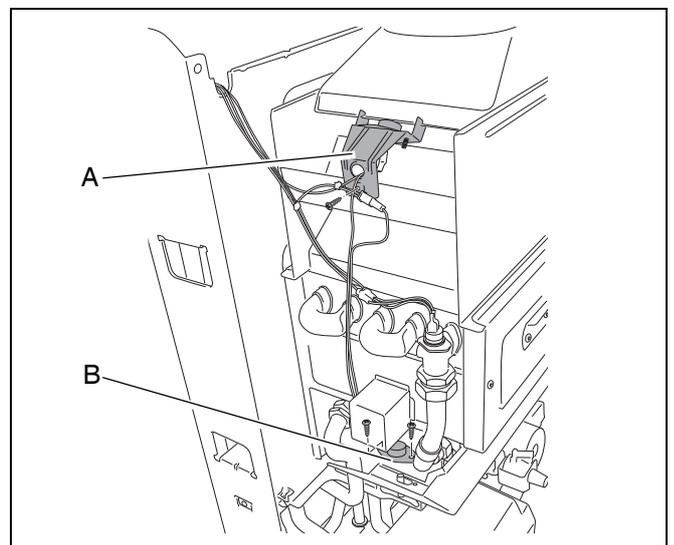

Fig. 34 Svitare il sensore
- Svitare l'ATB A superiore (fig. 34).